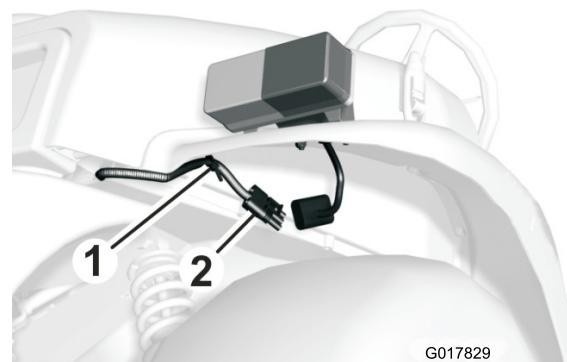

Figura 7
- Encaminhe o conector sob o guarda-lamas frontal e prenda o conector ao lado inferior do guarda-lamas com a fixação de plástico na cablagem (Figura 7)